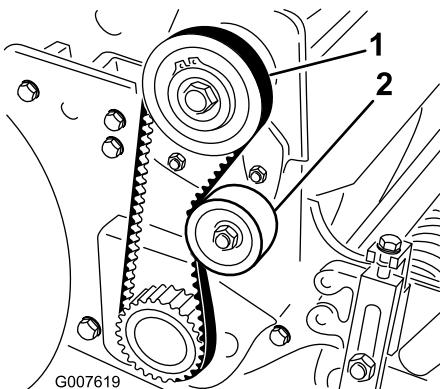

Figura 29
2. Compruebe la tensión presionando la correa en el punto intermedio entre las poleas (Figura 29) con una fuerza de 4 a 5 libras (1,8-2,3 kg). La correa debe desviarse 1/4 pulg. (6 mm)
- Afloje la tuerca de montaje de la polea tensora y pírote la polea tensora en el sentido de las agujas del reloj contra la parte trasera de la correa, hasta obtener la tensión deseada (Figura 29).